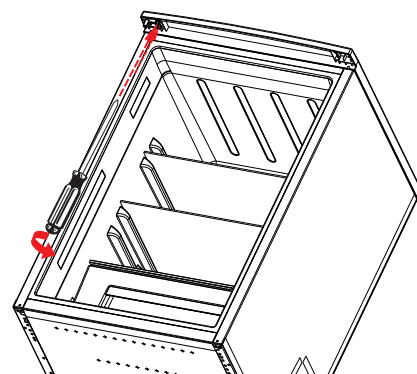

Fig. 13
- ▶ Skru det øverste hængsel med de to skruer fast på venstre apparatside igen (fig. 13).